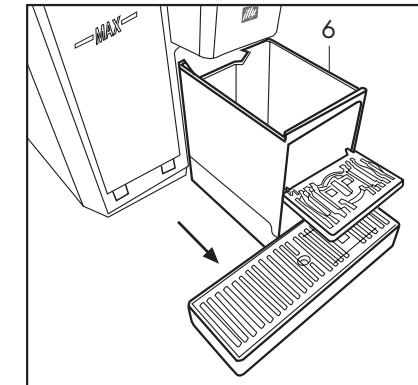
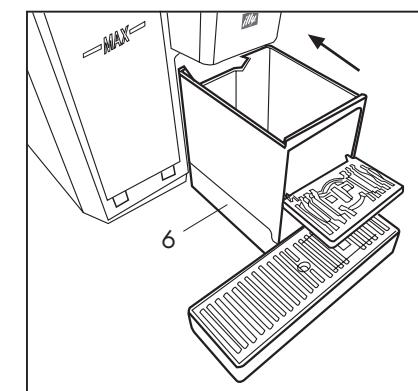

Fig. 15
Fig. 16
- Quando il contenitore capsule (6) è pieno la macchina si arresta; si accende il led rosso allarme e sul Display (13) compare la scritta A03 il cassetto delle capsule è pieno. Estrarre il contenitore di capsule (6) svuotarlo e risciacquarlo (**Fig. 15**). Pulire la vaschetta e la griglia dai residui di acqua e caffè. Una volta pulito, reinserire la vaschetta con il portacapsule (**Fig. 16**).